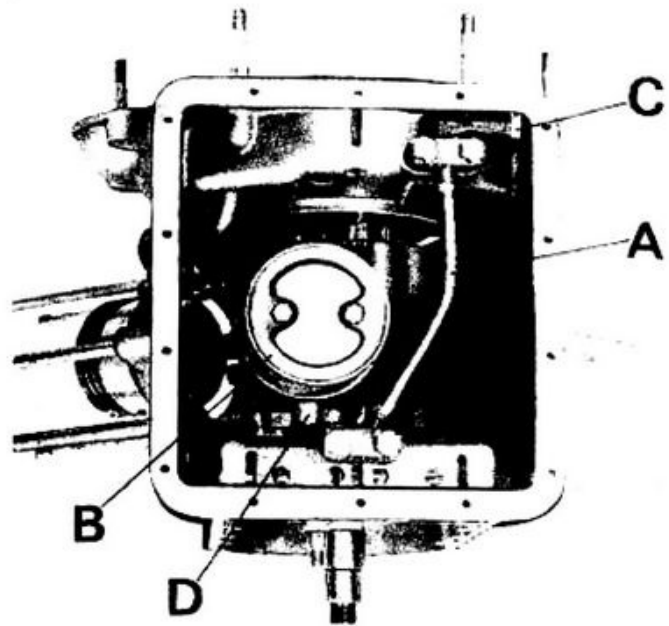

Fig. 17
- la tubazione (A) di fig. 17 dopo aver spianato le orecchie delle piastrine di sicurezza e svitato i bulloni con le relative guarnizioni. Dalle tubazioni la valvolina (C) di fig. 17 per controllo pressione olio composta da: pistone, molla, fondello guarnizione e tappo;
- il filtro completo con relativa guarnizione (B di fig. 17). Il filtro è composto da: n. 2 bulloni, piattello, reticella per filtro e corpo filtro;